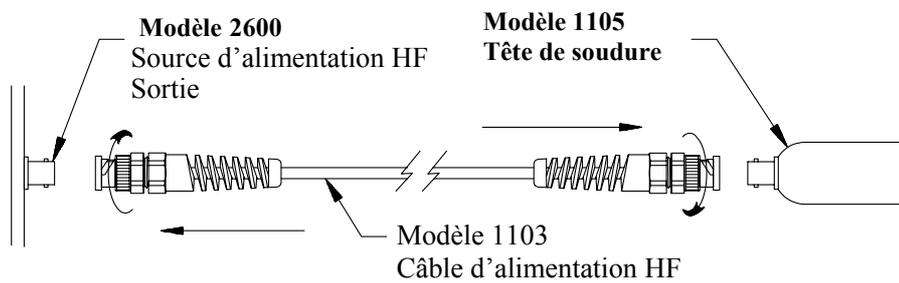

Figure 2.1 Branchement du câble d'alimentation HF (utilisé avec le modèle 1105)
- 2.1.4 Lorsque vous utilisez la source d'alimentation avec une tête de soudure portative, reliez une extrémité du câble d'alimentation HF à la source d'alimentation et l'autre extrémité à la tête de soudure. Branchez le câble en poussant les connecteurs l'un vers l'autre et en tournant dans le sens des aiguilles d'une montre jusqu'à ce qu'il soit verrouillé (voir la figure 2.1).